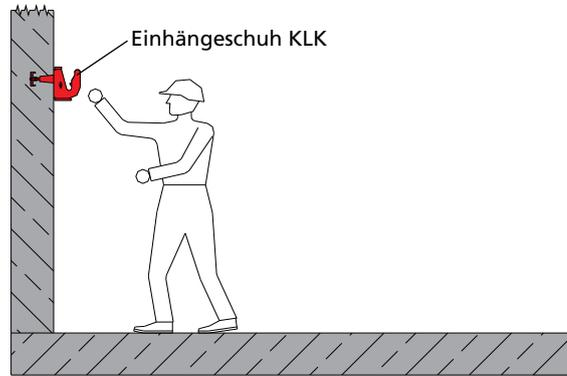

Abb. 15.1
1. Einhängeschuh KLK an der Einhängeschraube M24 des Kletterkonus befestigen und mit dem integrierten Stecker sichern (siehe Seite KLK-12 bis 13 und Abb. 15.1).